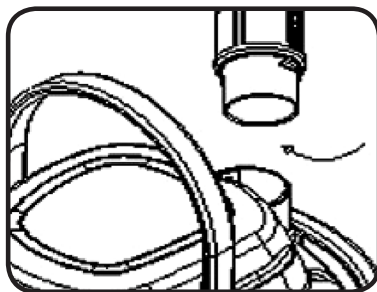
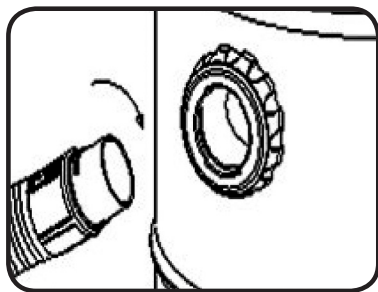

Abb. 3: Anschluss Blasfunktion
Abb. 4: Anschluss Saugfunktion
1. Installieren Sie den Saugschlauch, indem Sie diesen in die vorgesehene Öffnung am Aschesauger einstecken und festdrehen. Verwenden Sie den Anschluss-Stutzen direkt auf dem Behälterdeckel (siehe Abb. 3) zur Nutzung der Blasfunktion bzw. den seitlichen Anschluss-Stutzen am Behälter (siehe Abb. 4) zur Nutzung der Saugfunktion.